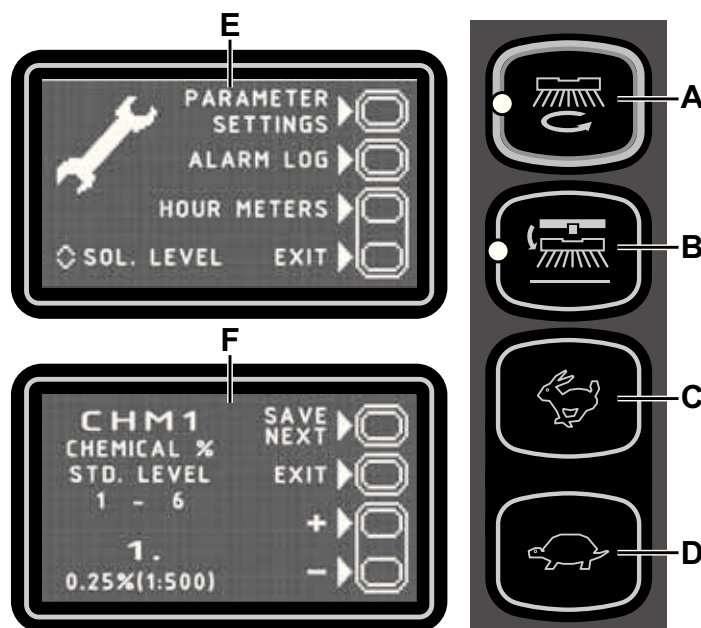

Рис. 7
Главное меню (Е, Рис. 7)
Данная функция позволяет просматривать сохраненные сигналы машины и. предназначена для устранения проблем с машиной при поддержке Сервисного центра Nilfisk. Для возврата в главное меню (E, Рис. 7) несколько раз нажмите кнопку (A).
Для возврата в главное меню (E, Рис. 7) нажмите кнопку (A).